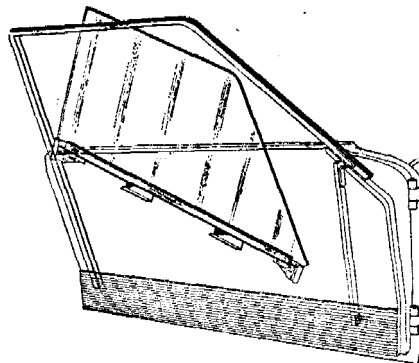

fig. 30. = Dépose et reposage d'une vitre de porte.
### DEPOSE ET REPOSE D'UNE VITRE DE PORTE (Fig. 30 et 26).
Engager la vitre dans la porte par l'extérieur du cadre dans la position indiquée (fig. 30), puis l'amener progressivement en position latérale. Engager le guide arrière (fixe) dans sa coulisse, le guide avant (réglable) dans sa coulisse, poser les deux vis et rondelles (7) fixant le guide. Ne pas bloquer.
- S'assurer que la vitre soit bien en position latérale puis maintenir le guide fixe et le guide mobile bien à fond dans leur coulisse. Bloquer les vis (7) dans cette position.
### REEMPLACEMENT D'UNE VITRE DE PORTE (Fig 30).